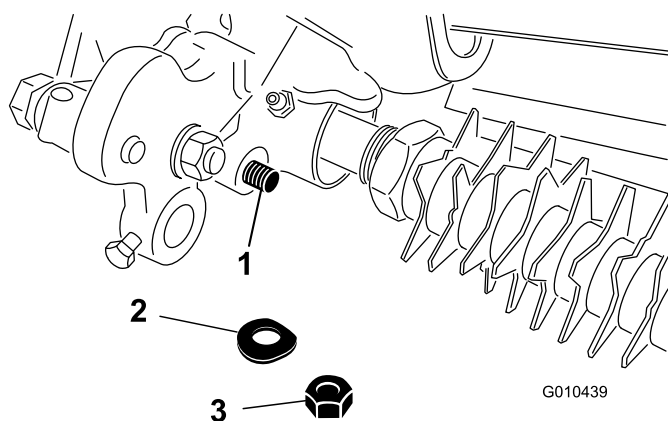

Figura 29
4. Remova a porca de bloqueio e anilha da mola que prende a extremidade da haste do conjunto dos braços da altura de corte ao conjunto da transmissão do rastelo (Figura 29).